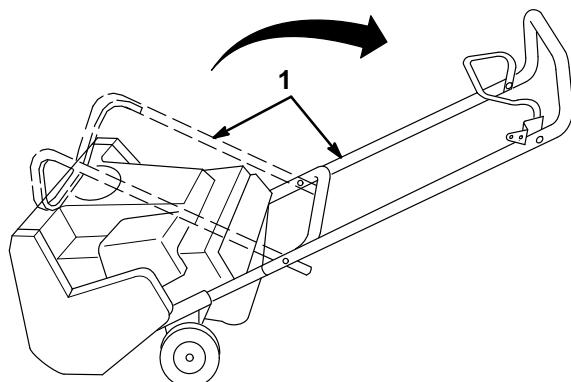

Figure 5
3. Placer le mancheron supérieur comme illustré à la figure 5.